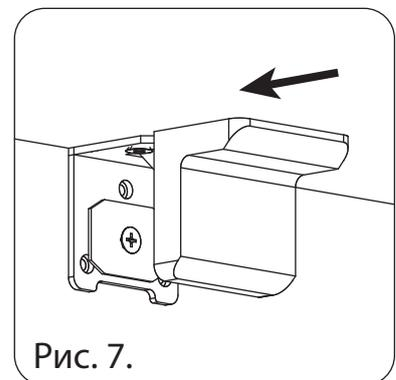

Рис. 7.
3. Вращением регулировочного колеса 3, отрегулируйте ящик по глубине (см. рис. 7).